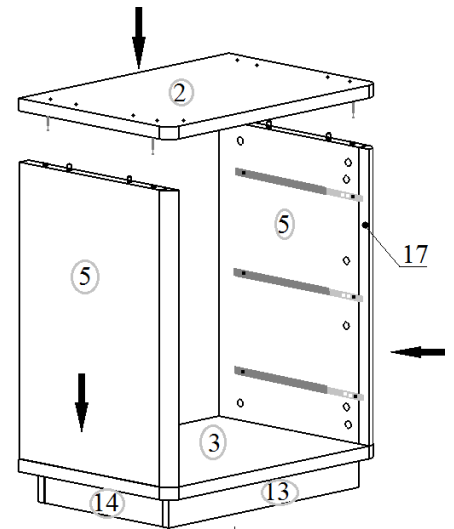

Рисунок 5
- Установить детали (поз.5) на деталь (поз.3) стянуть между собой используя эксцентрики 25мм. **См. рис. 5.**
- На собранную конструкцию из деталей (поз.13,14,3,5) установить деталь (поз.2) стянуть эксцентриками 25мм. **См. рис. 5.**